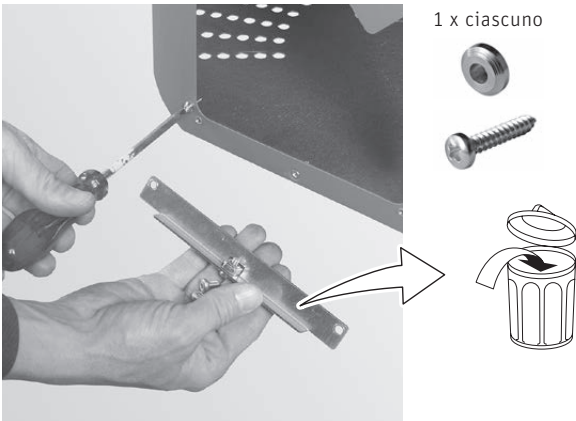

Fig. 125 Montare la chiusura a baionetta, Svitare l'angolare e smaltirlo, non è più necessario
- Avvitare la chiusura a baionetta con una vite per lamiera 2,9x16 nella parte inferiore sinistra della stiva – Fig. 125.
- Svitare l'angolare sotto la stiva, non è più necessario, smaltirlo in modo conforme, nessun rimborso previsto! – Fig. 125.